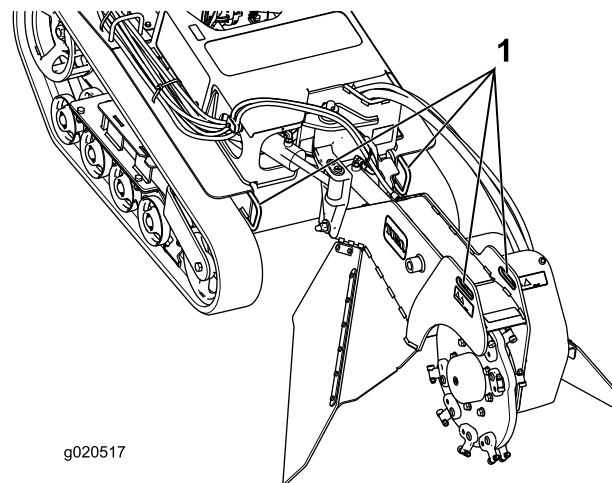
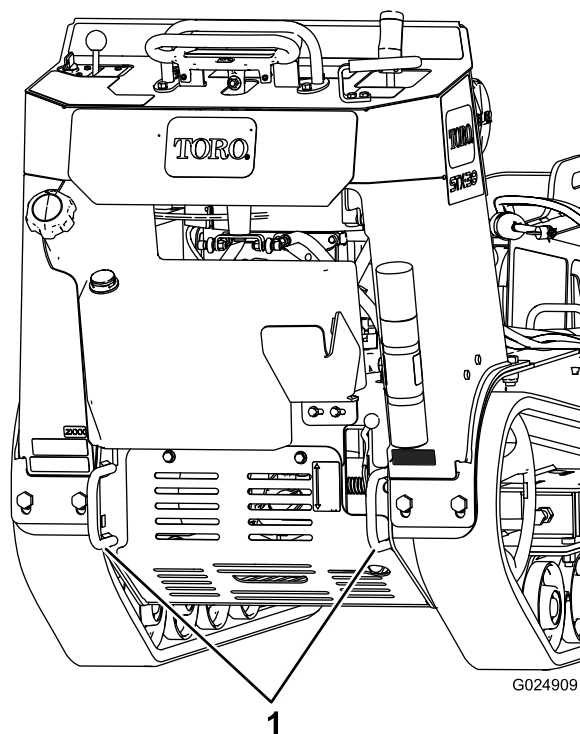

Figura 22
Figura 23
3. Fissate la macchina al rimorchio con catene o cinghie utilizzando gli anelli di attacco/sollevamento sulla parte anteriore e posteriore della macchina (Figura 22 e Figura 23).
La macchina può essere sollevata utilizzando gli anelli di attacco/sollevamento come punti di sollevamento (Figura 22 e Figura 23).